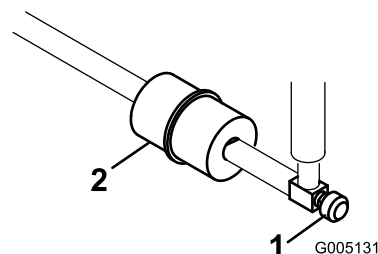

Figure 30
Le filtre à carburant est incorporé dans la conduite d'alimentation, entre le réservoir de carburant et le carburateur (Figure 30).
- Fermez le robinet de carburant, desserrez le collier de flexible côté carburateur et débranchez la conduite d'alimentation du filtre (Figure 30).
- Placez un bac de vidange sous le filtre, desserrez l'autre collier de flexible et déposez le filtre (Figure 30).